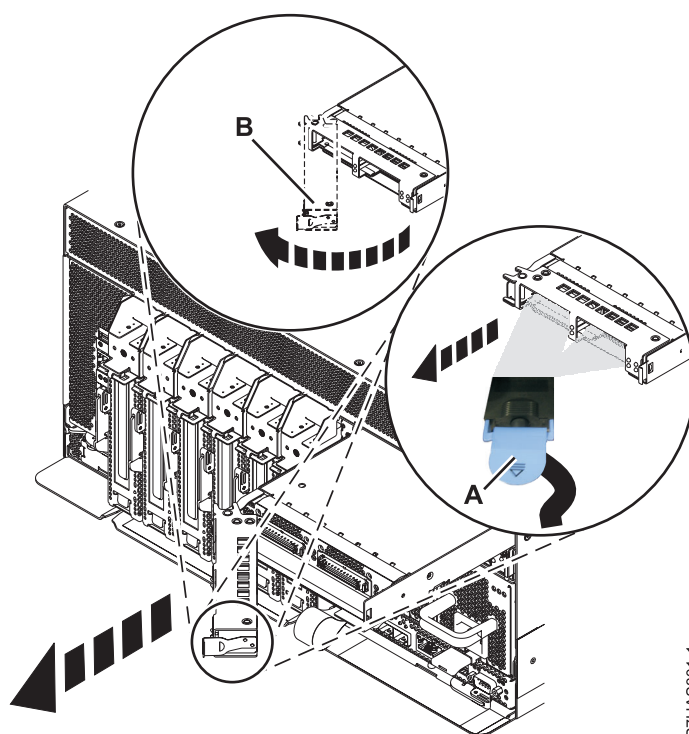

Figura 3. Extracció de l'adaptador GX del sistema
6. Si és necessari, desconnecteu els cables que estan connectats a l'adaptador a la part posterior del sistema. Vegeu Figura 3 a la pàgina 6.
8. Premeu la pestanya de bloqueig (B) cap a l'esquerra i feu girar la coberta de la targeta de l'adaptador GX en la direcció que es mostra a la Figura 3.